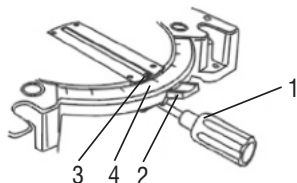

Fig. 14 – Ângulo de ajuste
- 1 - Solte a trava do disco, girando o punho (1) no sentido anti-horário, Fig. 14;
- 2 - Pressione a trava do disco (2) para destravar o disco;
- 4 - Se o ângulo desejado for 0° - 15° - $22,5^\circ$ - $31,6^\circ$ ou 45° , o sua posição terá uma trava que facilitará o ajuste. Caso o ângulo desejado for outro alinhe o indicador (3) no valor marcado na base da máquina.
- 5 - Após ajustar o ângulo desejado trave o disco, girando o punho (1) no sentido horário.